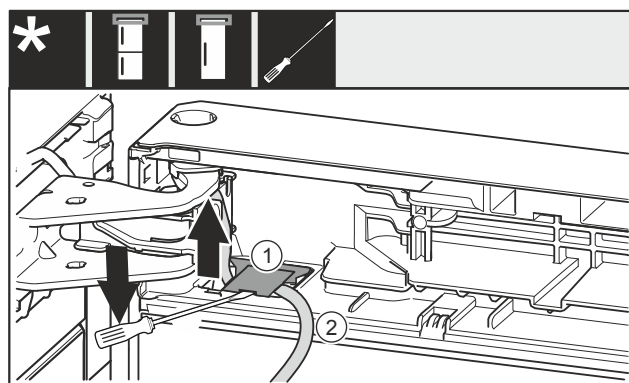

Fig. 20
- ▶ Paceliet ar plakano skrūvgriezi pārsegu Fig. 20 (1) un izvelciet.
- ▶ Izvelciet kabeli Fig. 20 (2).